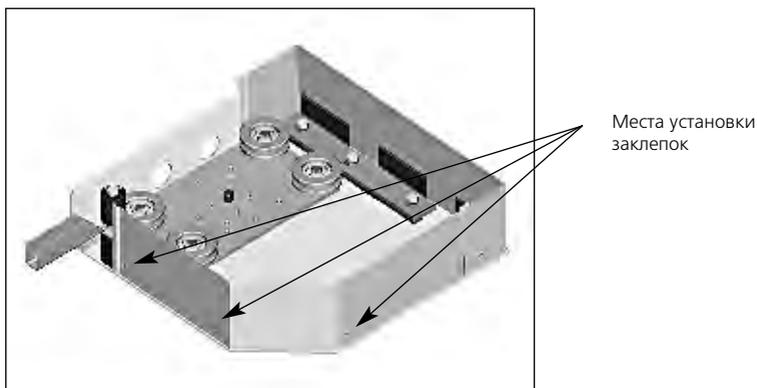

Рис.5.3
- 5.13. Установить крышку корпуса, закрепить ее заклепками (рис.5.3).